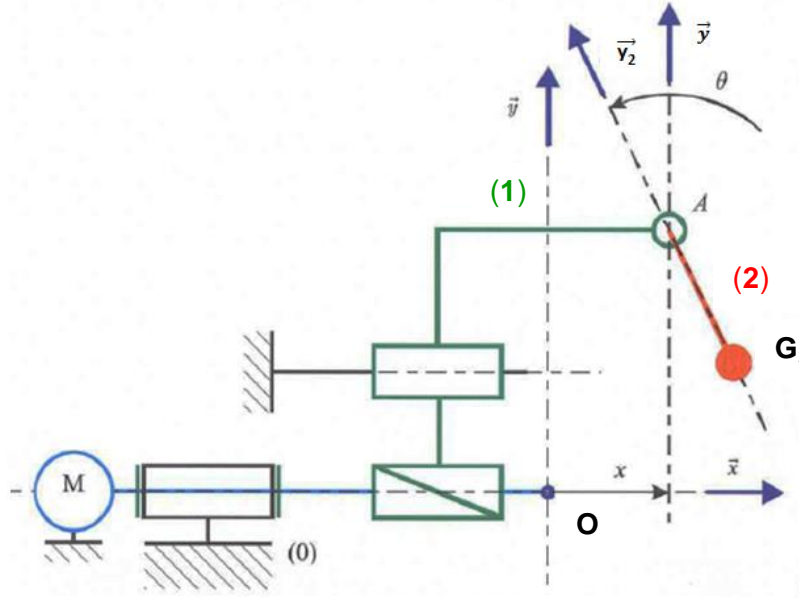

Figure 3 : Schéma cinématique
### **PARTIE 1 : Etude de la maquette (figure3)**
*Pour l'étude de la maquette figure3, déterminer :*
- la résultante dynamique de (1)/(0) en fonction des paramètres de mouvement
- la résultante dynamique de (2)/(0) en fonction des paramètres de mouvement
*Pour l'étude de la maquette figure3, déterminer en fonction des paramètres de mouvement:*
- le moment dynamique en A de (1)/(0)
- le moment dynamique en A de (2)/(0)